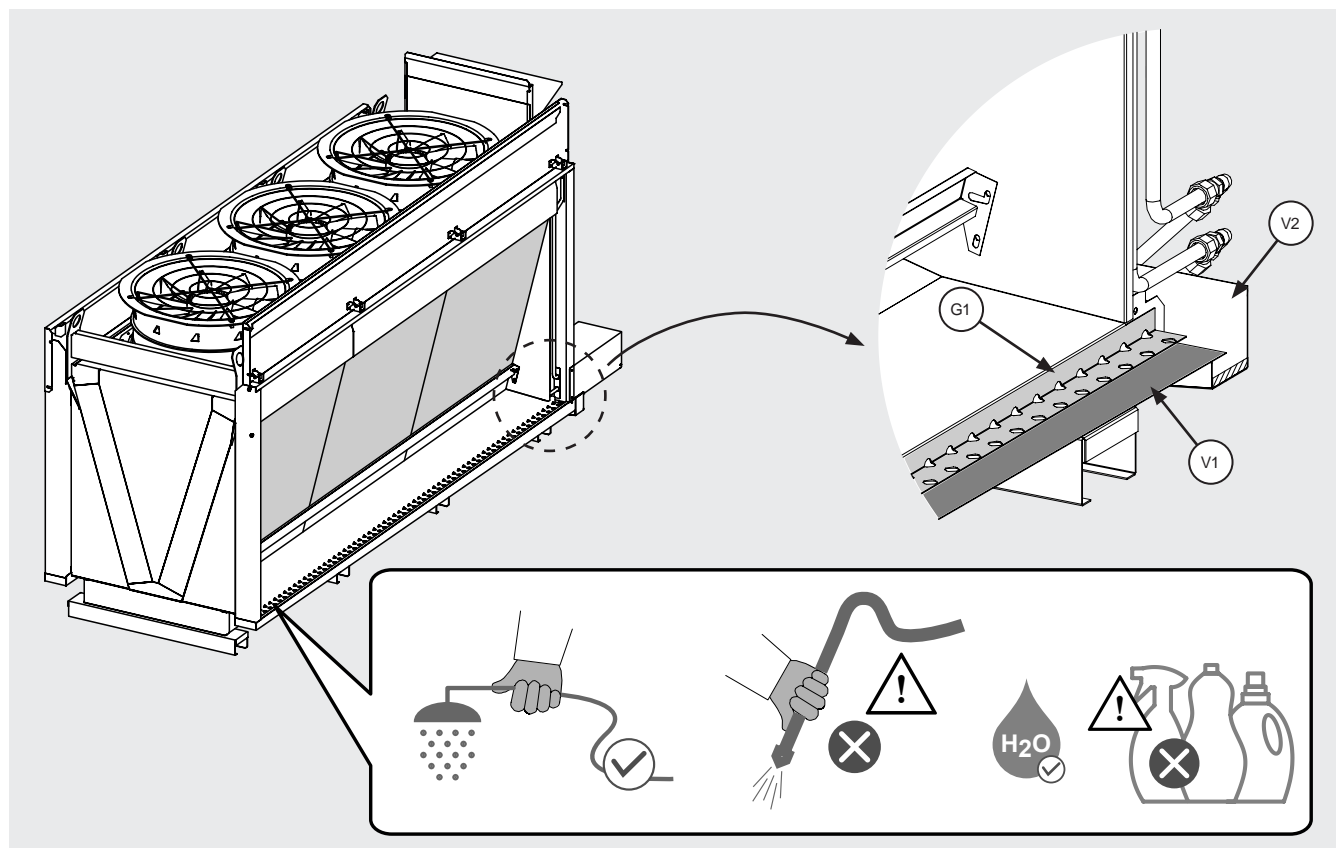

Figura 29
- 12.14.3 El modelo está equipado con 2 depósitos internos de recogida de agua (V1) situados bajo las dos filas de paneles laterales adiabáticos. Véase la Figura 29.